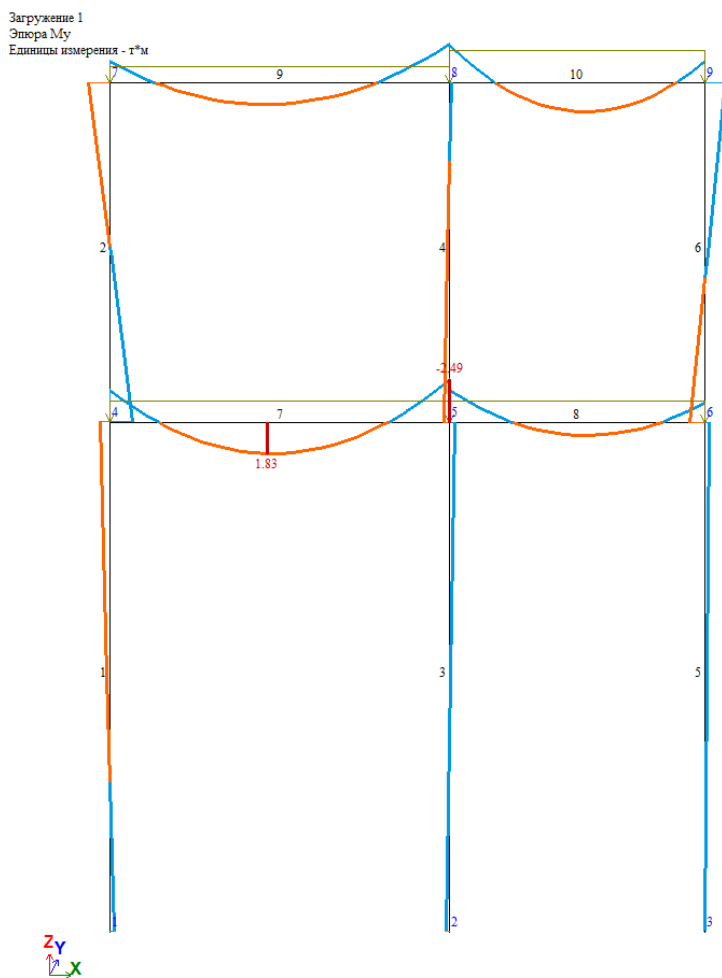

Рис.1. 20. Эпюры изгибающих моментов  $M_y$
- Выведите на экран эпюру  **$M_y$**  (рис.1. 20) щелчком по кнопке